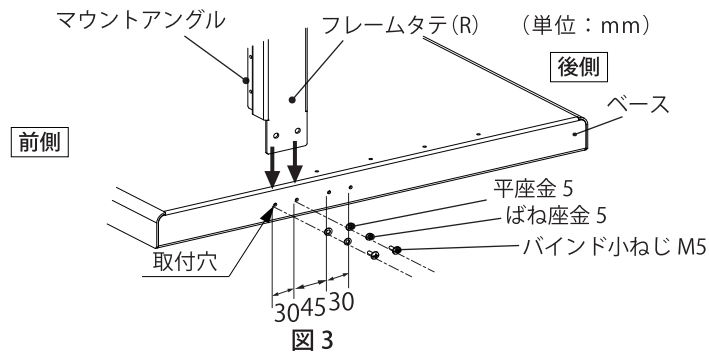

図 3
2. フレームタテ (R)、(L) をベースに取り付けてください。
① フレームタテ (R)、(L) をベース側面の前側の取付穴に、バインド小ねじ M5、平座金 5、ばね座金 5 (左右各 2 カ所) にて固定してください。(図 3)
**【ご注意】** フレームタテには (R)、(L) があります。マウントアングル側が前側になるように取り付けてください。